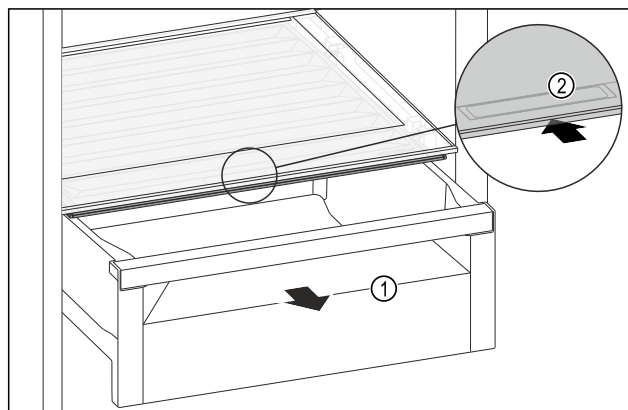

Fig. 138
- ▶ Tõmmake sahtel Fig. 138 (1) välja.
- ▶ Haarake laekakaanel haardesüvendist Fig. 138 (2) ja lükake laekakaant samaaegselt tahapoole.